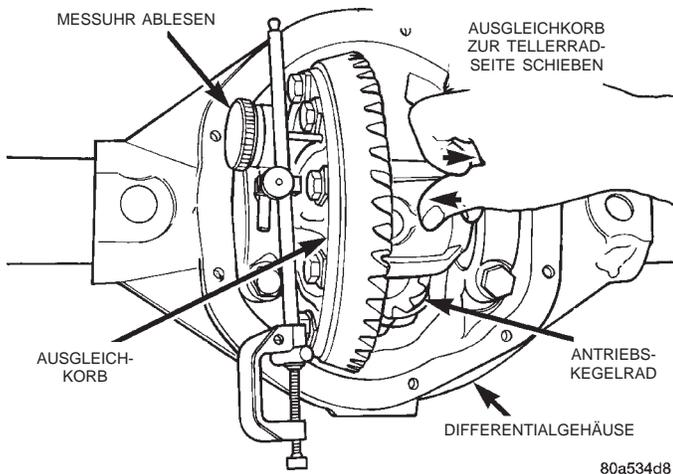

Abb. 69 Ausgleichkorb festhalten und Meßuhr ablesen
(23) Ausgleichkorb im Differentialgehäuse in Richtung Tellerrad schieben und dort halten (Abb. 69).
(24) Meßwert notieren (Abb. 69).
(25) 0,05 mm (0,002 Zoll) vom Meßwert abziehen. Daraus ergibt sich die Beilagenstärke, bei der das